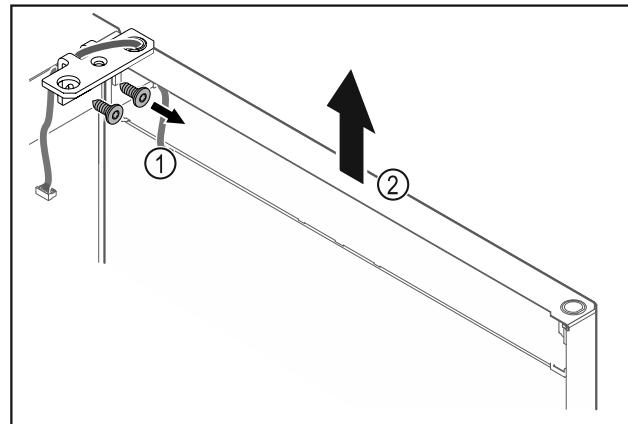

Fig. 23
- Развинете ъгъла на пантата Fig. 23 (1).
- Повдигнете вратата заедно с ъгъла на пантата Fig. 23 (2) приблизително 200 mm право нагоре и я свалете.